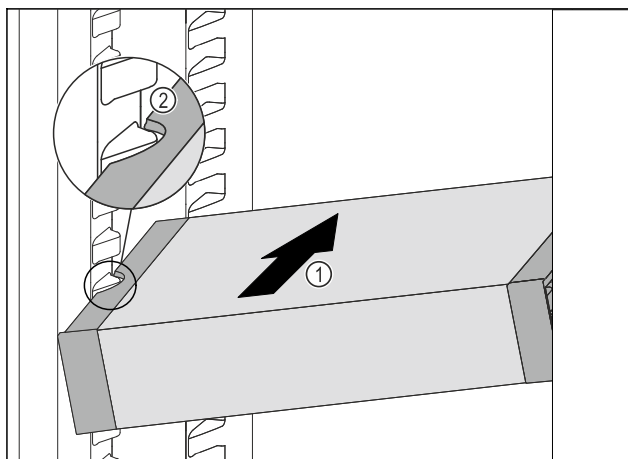

Fig. 52
- ▶ VarioSafe wsunąć ukośnie do chłodziarki Fig. 52 (1), aż boczne wycięcia Fig. 52 (2) VarioSafe będą się znajdować na wysokości żeber pojemnika w chłodziarce.